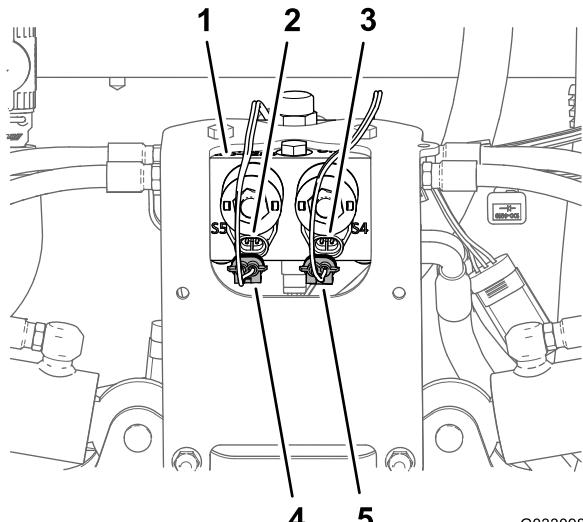

Figura 31
1. Desconecte el conector de 2 pines del arnés de cables del brazo sónico del conector de 2 pines en el solenoide de activación del cilindro derecho del distribuidor del cilindro de elevación (Figura 31).
2. Desconecte el conector de 2 pines del arnés de cables del brazo sónico del conector de 2 pines en el solenoide de activación del cilindro izquierdo del distribuidor del cilindro de elevación (Figura 31).